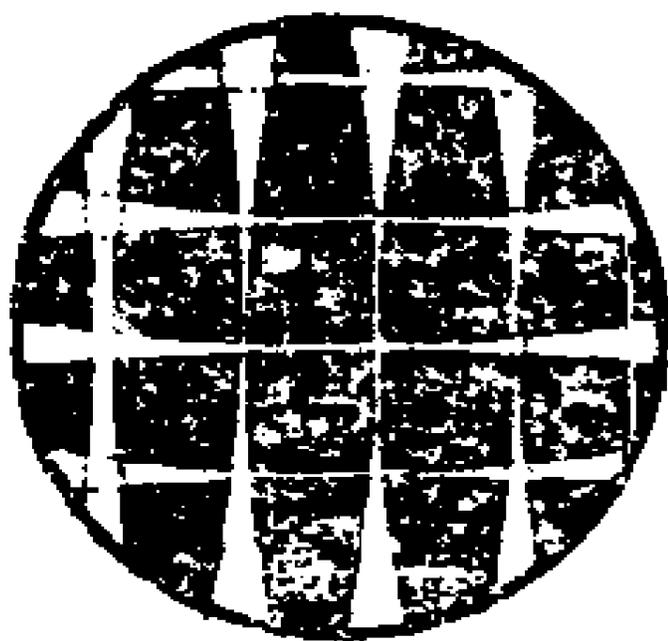

图 69
(2) 修改抛光模的修改法 这种方法主要是将原来抛光球面的未经任何修改的抛光模，从边缘开始向中心方向刻上均匀的辐射状槽沟，即越到旁边，槽越宽，如图 69；然后进行抛光。